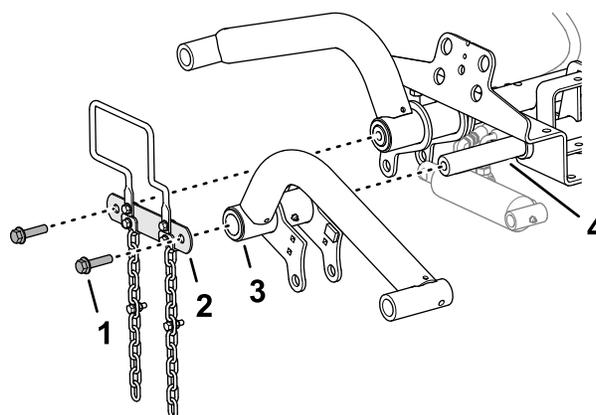

Рисунок 11
1. Установите подъемные рычаги на оси поворота подъемного рычага, как показано на Рисунок 11.
2. Прикрепите тягу оси поворота к осям поворота подъемного рычага (Рисунок 11) с помощью 2 колпачковых винтов с фланцем (1/2 x 2 дюйма), снятых при выполнении пункта Подготовка к установке подъемных рычагов (страница 18).